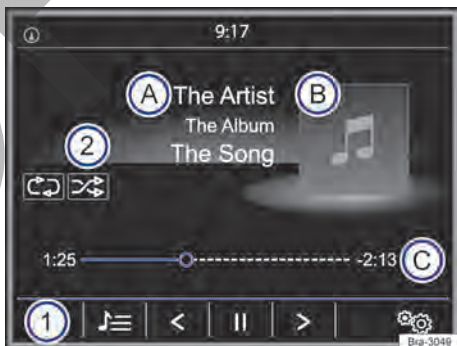

Fig. 160 Menú principal MEDIA.
– Presionar la tecla de la radio **MEDIA** para abrir el menú principal *MEDIA* → fig. 160.
Las fuentes de medios que se reproducen actualmente se exhiben en el botón de función en la parte inferior izquierda → fig. 160 ①.
- **O**: en el menú principal *MEDIA* pulsar el botón de función → fig. 160 ① y seleccionar la fuente de medios deseada.